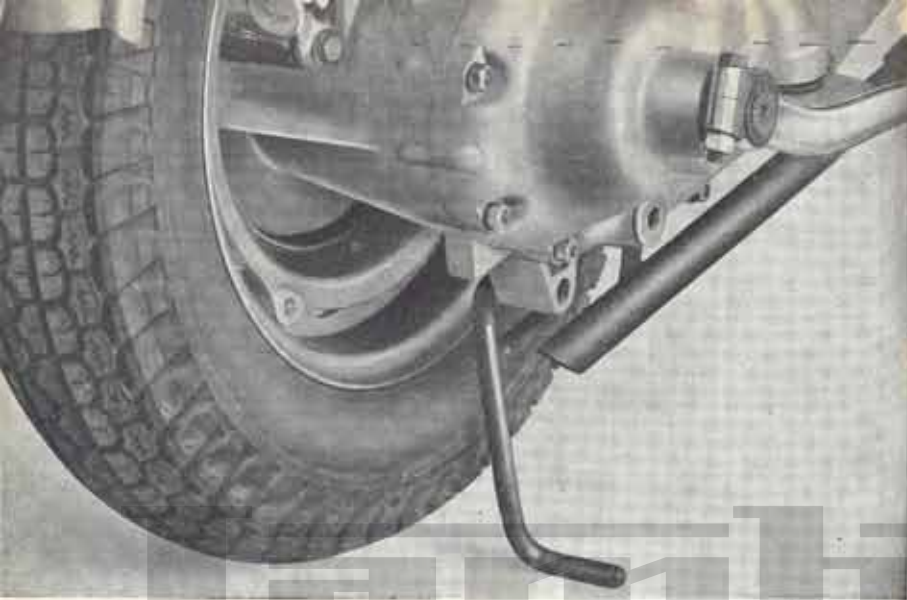

Abb. 9
- Im Werkzeugkasten befindet sich ein kleiner Stützhebel. Mit diesem Stützt man das Motergehäuse so ab, dass das Hinterrad vom Boden abgehoben wird (Siehe Abb. 9).